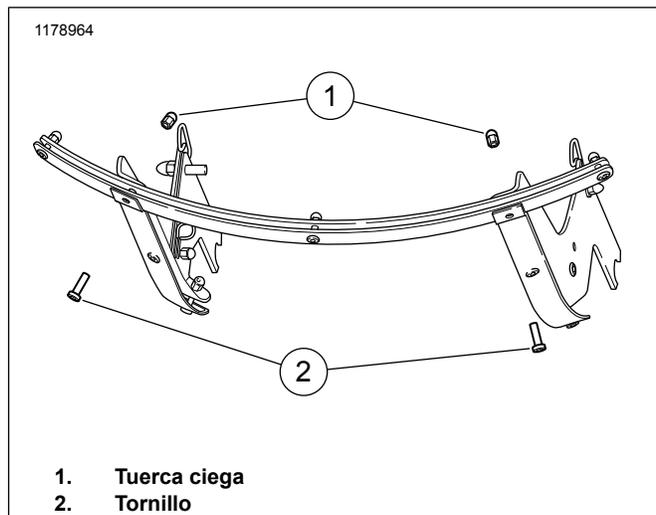

Figura 2. Extracción del tornillo (se quitó la pantalla para mayor claridad)
3. Consulte la Figura 2. Quite el tornillo (2) y la tuerca ciega (1) y descártelos.